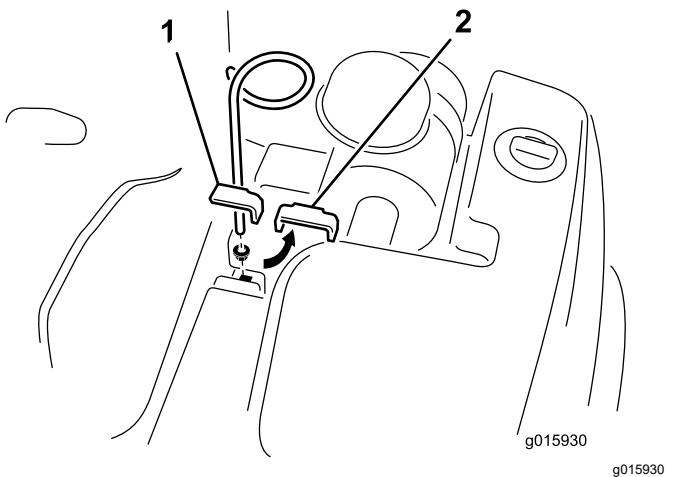

図 6
1. 油圧タンク用の上クランプをフレームに固定しているボルト、ワッシャ、ナットを外す図 6。
注 ホースガイドは 図 6 のように組み付ける。